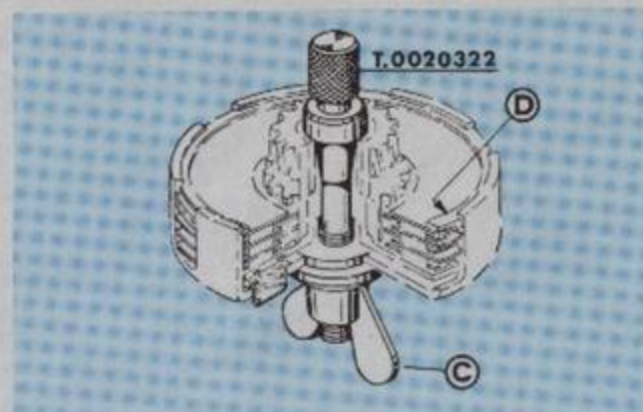

Fig. 30
**Fig. 30. Discos embrague:** Colocado el grupo en el útil T. 0020322 apretar la tuerca de aletas «C» comprimiendo el conjunto de discos hasta la extracción del anillo elástico «D» de retención. El útil se emplea análogamente para remontar el grupo.